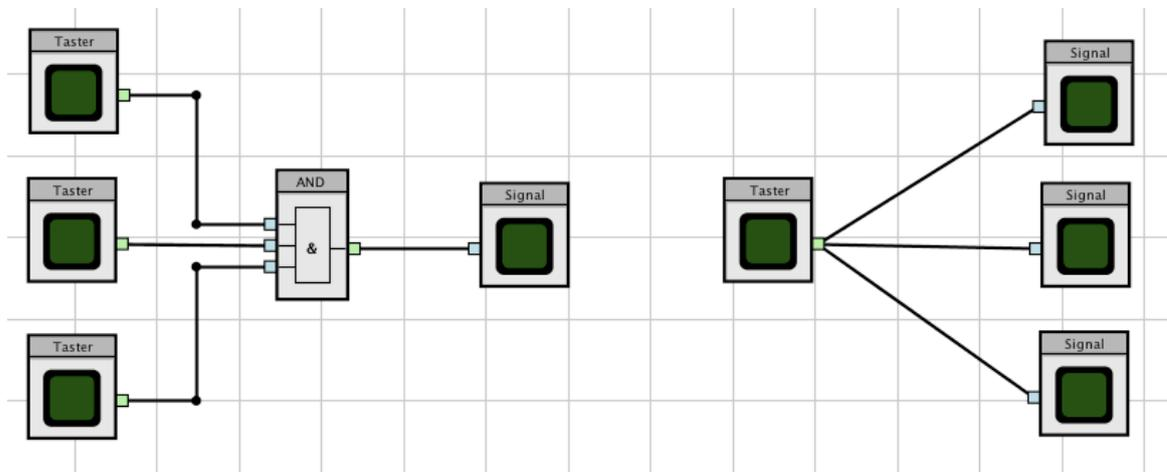

Abb. 1: Mögliche Verbindungen von Ein- und Ausgängen
- 1 Ein Ausgang kann zwar mit mehreren Eingängen verbunden werden, doch ein Eingang darf wegen der logischen Eindeutigkeit nur mit einem Ausgang verbunden sein (s. Abb. 1).